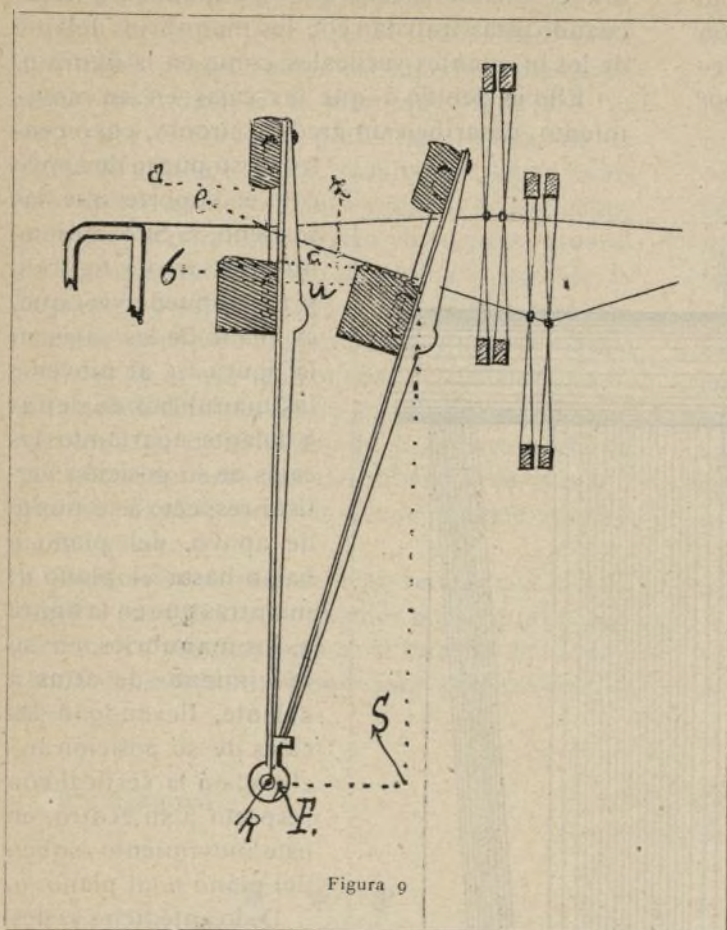
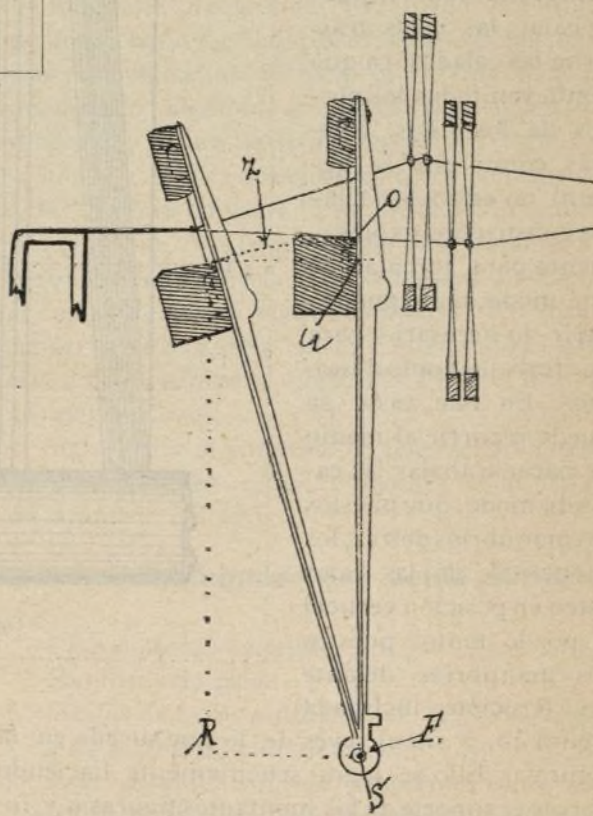
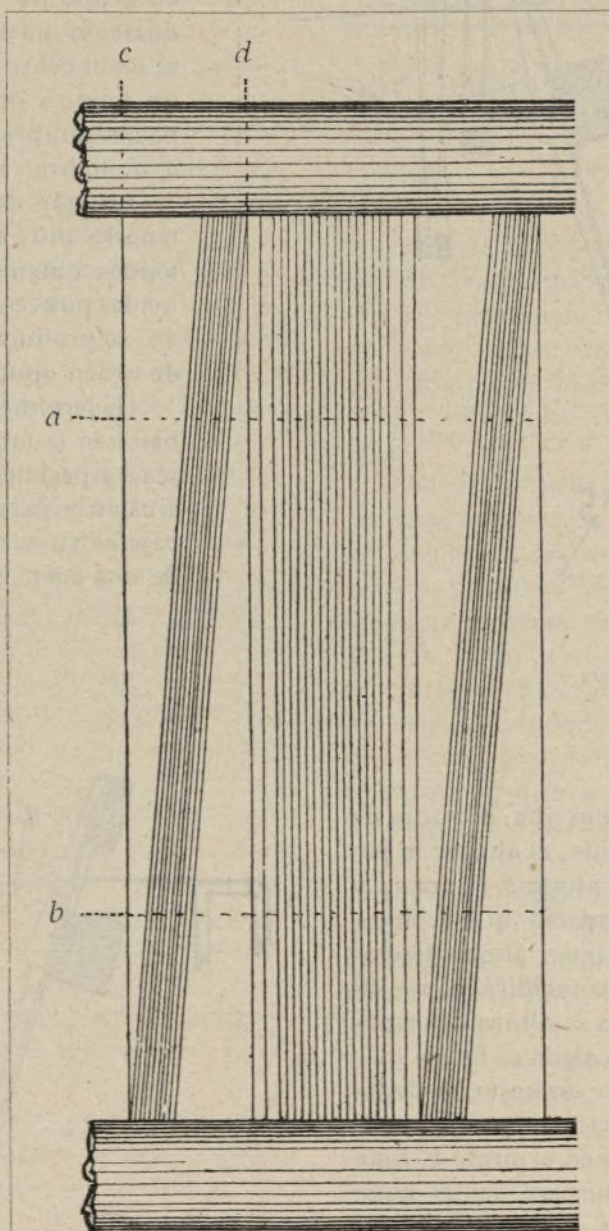
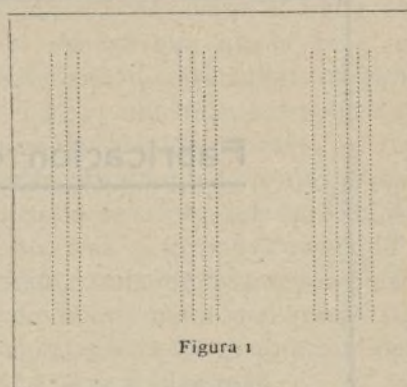

Figura 9
Figura 10
Figura 11 (*)
Figura 1
Si nos fijamos en la muestra del tejido que estamos estudiando (figura 1.^a), observaremos que el grupo de hilos de urdimbre que hacen la ondulación, lo verifican en el espacio comprendido entre los hilos de gasa *c. d.* figura 2.^a de vuelta que limitan el fondo del tejido, y que los puntos más salientes de la línea ondulatoria, están equidistantes de los límites del tejido de fondo; esto es, que para que el tejido produzca el efecto debido, es necesario que el punto más saliente de la línea ondulada en su lado derecho diste del fondo de su lado respectivo lo mismo que desde la línea ondulada en el lado izquierdo, de su fondo correspondiente, (figura 1). (1)
Ahora bien; si el espacio que dejamos en el telar para lo que llamamos pua fija, es de 5'5 centímetros, que es la dimensión que hemos asignado para este objeto á la pua que estudiamos, representada por la figura 11, tenemos que; al estar la polea que se mueve en la parte inferior de los montantes que sostienen la pua sobre
peine también en su parte más alta, el punto de contacto de la pua con el tejido, al ajustar la pasada, ha de coincidir con el punto *b* figura 11 y como hemos visto que el espacio que dejamos para la pua fija ó calada es igual al que hemos dado á la pua, este punto *b* coincidirá con la línea que marque la mitad de la altura del espacio que destinamos para la calada *c*. figura 9.
Como consecuencia de lo espuesto, se deduce que, si la pua en su posición más alta, ajusta la pasada de trama á la ropa en el punto *b*, figura 11, cuando la pua ó peine esté en su posición baja ó inferior, la pua habrá bajado 6'5 centímetros, ó sea la diferencia excéntrica; y por lo tanto, al ajustar la pasada á la ropa, lo hará en su punto *a*; y como la pua en su punto *b*, la palleta *c* dista lo mismo del grupo de palletas inclinadas que la palleta *d* dista de dicho grupo en el punto *a*, tenemos que, tanto distará la ondulación en su parte derecha del fondo que tenga á su lado, como la ondulación de la izquierda de su fondo respectivo.
de dicho punto trabaje la pua, tanto más bajo trabajará del punto *a* cuando se encuentre en su posición más baja; y por lo tanto, los hilos que hicieren la ondulación, se acercarán más á un lado que á otro de lo que constituye el fondo del tejido, lo cual es un defecto que perjudicará el buen efecto del género que, como hemos visto y puede verse en la figura 1.^a el grupo de hilos que forman la ondulación ha de trabajar y desarrollarse en el centro del espacio que hay entre un fondo y otro del tejido, ó sea el espacio comprendido entre las palletas *c*, *d*, figura 11.
También se acostumbra á trabajar de forma que, colocadas las cajas en contacto con la ropa ó sea, estando los manubrios delante, los montantes de las cajas estén en posición vertical figura 9, pues colocadas las cajas de este modo, se puede hacer entrar con mayor facilidad la pasada á la ropa que se teje (2). Lo primero pues, que se ocurre para lograr que la pua trabaje en su punto medio de altura de las cajas al *retaulo*, es bajar las cajas, operación que no siempre es factible, pues el bajar las cajas trastorna las caladas, ya que remueven todos los planos de los hilos. Además como por lo general no están los telares contruidos expresamente para trabajar de este modo, no se pueden bajar lo necesario para que trabajen como deseamos. En este caso, se puede recurrir al medio de hacer trabajar las cajas de modo, que puestos los manubrios detras, los montantes de las cajas estén en posición vertical y por lo tanto, puestos los manubrios delante en posición inclinada figura 10, ó sea al revés de lo que sucede en la figura 9. Ello se logra sencillamente haciendo correr el soporte de los montantes figuras 9 y 10,
si las cajas están en posición vertical puestos los manubrios delante, hacia la parte de detras del telar ó sea de *r* á *s* figura 10. Con ello se obtendrá el mismo efecto que si bajamos las cajas cuando estas trabajan con los manubrios delante de los montantes verticales, como en la figura 9.
tro es su punto de apoyo con el soporte que las sostiene, *s*. Si examinamos este arco γ figura 9 y 10 se puede ver que, el plano de las cajas en la figura 10, al moverse los manubrios de detras á delante apartando las cajas de su posición vertical respecto á su punto de apoyo, del plano *o* bajan hasta el plano *u*, mientras que en la figura 9, los manubrios en su movimiento de atras á delante, llevando á las cajas de su posición inclinada á la vertical con respecto á su centro, en este movimiento suben del plano *u* al plano *o*.
De lo antedicho se desprende que si necesitamos bajar las cajas para que estas puedan trabajar al ajustar la pasada á la ropa á la mitad de la altura que va del plano de las cajas al *retaulo* *a b* figura 9, podremos obtener este efecto con tirar hacia la parte de atras del telar el soporte ó soportes que sostienen las cajas, sin necesidad de trastornar mucho la posición de los planos de los hilos, necesarios para obtener un tejido perfecto.
débiles por falta ó culpa del apresto, en que se tenga que procurar el menor roce posible para que aguanten en la operación de tejer, el poner las cajas en la posición que señala la figura 10, facilita bastante que pueda tejerse bien dicha urdimbre, porque como las cajas al moverse de atrás para delante el arco que describen es opuesto á la línea que presentan los hilos de la parte de calada inferior, resulta que estos hilos solo tienen contacto con el plano de las cajas, cuando los manubrios están en su parte muerta de detrás que es cuando se efectúa el paro de la lanzadera por la cabada; y que así que se mueven las cajas para adelante cesa dicho contacto; al revés de lo que ocurre cuando tienen la posición señalada en la figura 9, que así que se mueven las cajas de su punto de atrás para adelante por razón del arco que describen, sube el plano de ellas rozando con los hilos de la parte inferior de la calada.
Concebido el artículo que se quiera fabricar dispondremos en líneas verticales los hilos fijos como se demuestran en la figura 1 y 2 emplean-